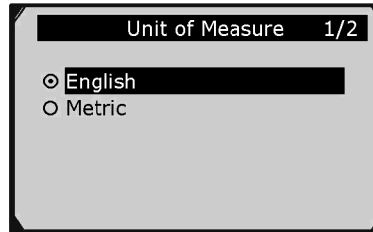

Рисунок 3-5
2) В окне **Unit of Measure [Единицы измерения]** с помощью **кнопки прокрутки** выберите необходимую **систему единиц измерения**. См. рисунок 3-5.